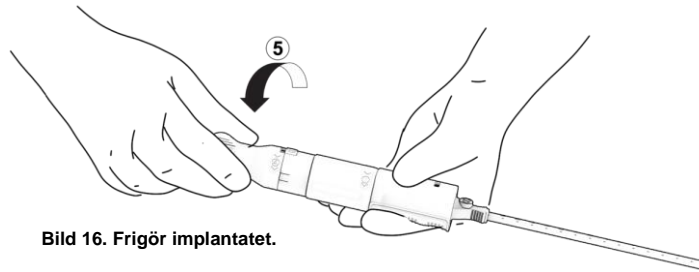

Bild 16. Frigör implantatet.
- Placera den fria handen på frigöringskolven (märkt med "5") och rotera denna greppsektion en bit, 90° i den riktning som anges, fram till de första inriktningmärkena. Bild 16. Implantatet är nu i den helt expanderade konfigurationen, men det är fortfarande fäst vid anordningens handtag.